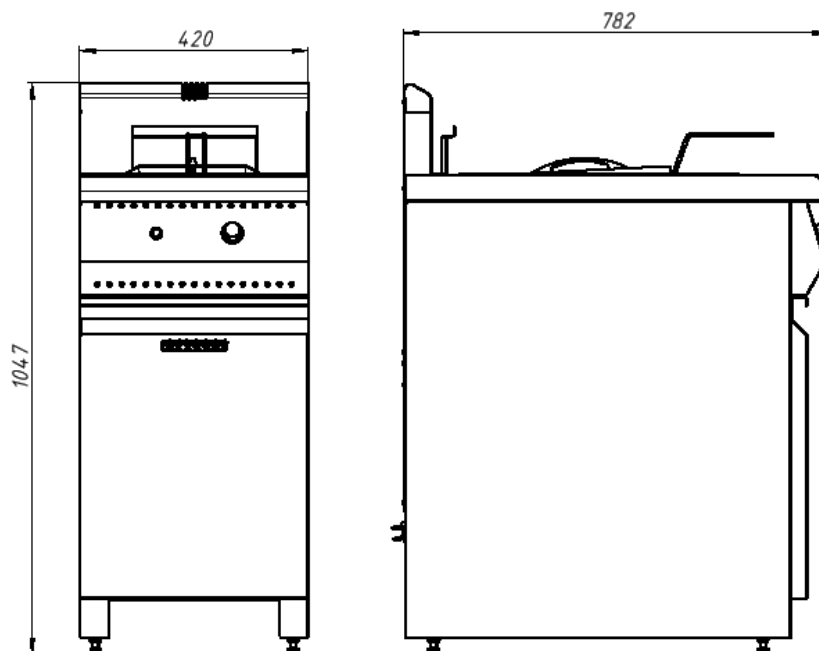

Рис. 1. Габаритные размеры установки
- 5.1 Фритюрницу следует установить с соблюдением ГОСТ 12.2.124-90 «Оборудование продовольственное. Общие требования безопасности» и «Правил безопасности в газовом хозяйстве», но не менее 300мм от задней стенки установки до стены и между боковых стенок рядом стоящего оборудования в линии. Регулируемыми ножками поз.6 рис.1 выставить фритюрницу горизонтально.
- 5.3 Подсоединить заземление корпуса установки (7) рис.1 к заземляющему контуру помещения согласно ГОСТ 27570.0-87.
- 5.4 Подключить газ к штуцеру газопровода фритюрницы поз.12 рис.1 специалистами газовой службы гибкой подводкой сильфонного типа.
- 5.5 Подключить эл. кабель с эл. вилкой поз.9 рис.1 в электросеть с напряжением 220В
6.4.3 Нажать кнопку электророзжига поз.10 рис.1.Нажать рукоятку управления до упора и, не отпуская зажечь пилотную горелку.